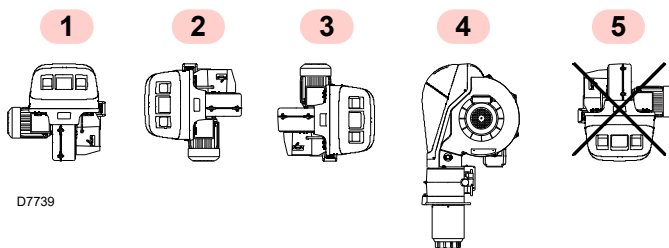

Abb. 9
- Der Brenner kann ausschließlich in den Stellungen 1, 2, 3 und 4 (Abb. 9) funktionieren.